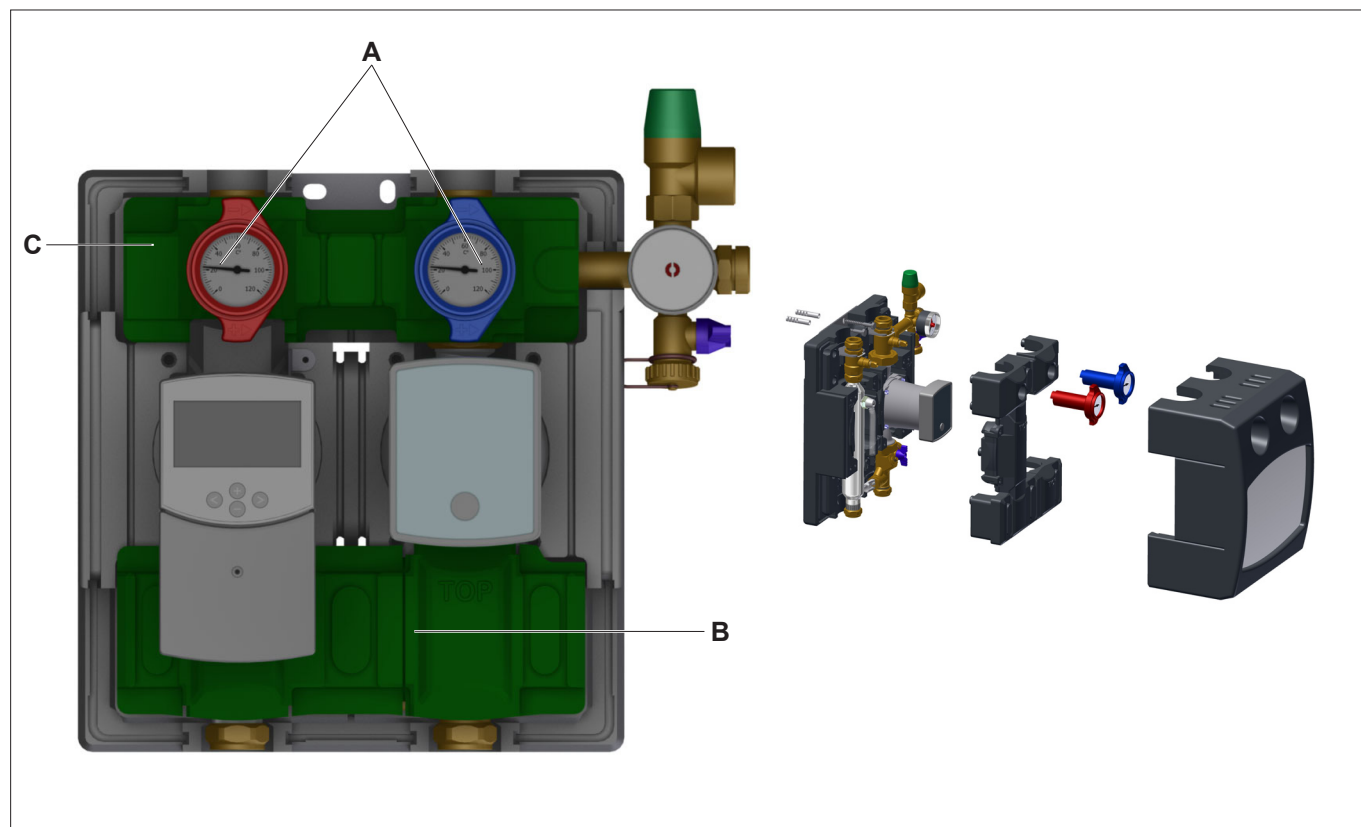

Fig. 10: Smontaggio degli isolamenti (illustrazione rif. al mod. 8130 con tubo del disareatore e dispositivo di regolazione)
- Portare i rubinetti a sfera (pos. A; vedere fig. 10 pag. 2) in posizione B.